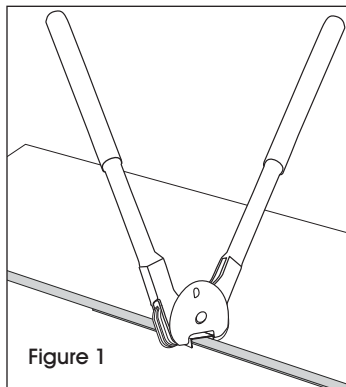

Figure 1
1. Tenez la scelleuse en position verticale et placez les mâchoires de l'outil au milieu du joint. Assurez-vous de centrer les mâchoires au milieu du joint. (Voir Figure 1)